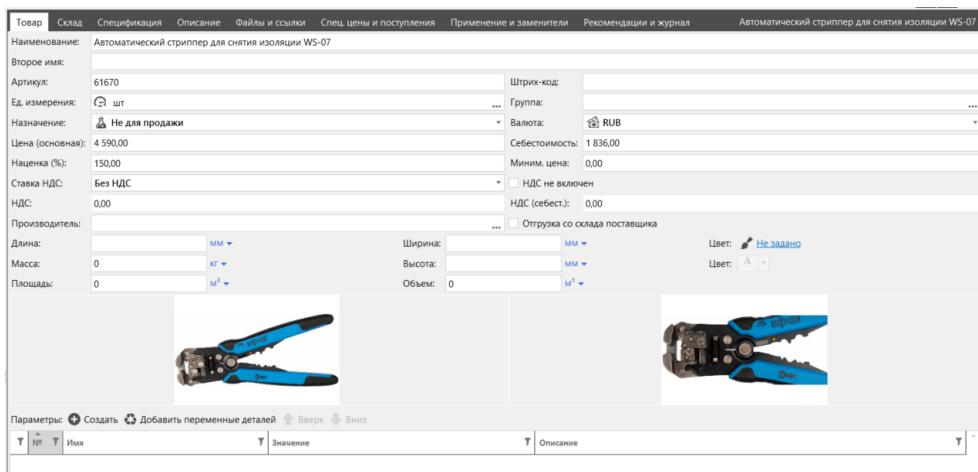

Рис. 9
- В объект можно добавить 2 изображения (Рис. 4.2), например, внешний вид изделия (Рис. 9).